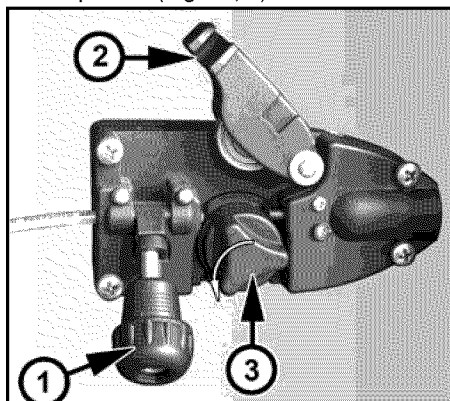
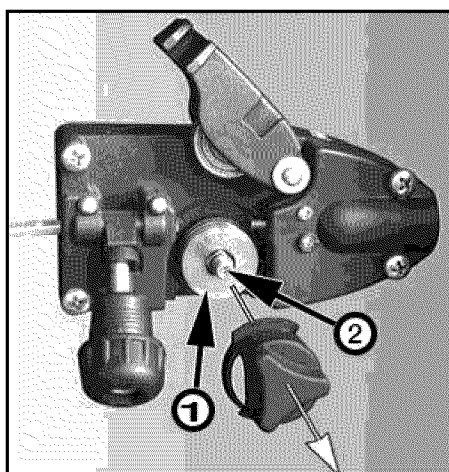

Fig. 2a
Fig. 2b
3. Libere la tensión de impulsión aflojando y desenganchando la perilla de ajuste de la tensión de impulsión (Fig. 2a, 1) del brazo de tensión de impulsión (Fig. 2a, 2). Levante el brazo de tensión de impulsión (Fig. 2a, 2).
5. Rote la tapa del rodillo impulsor (Fig. 2a, 3) en sentido contrario al de las agujas del reloj y retírela del rodillo impulsor (Fig. 2b, 1).
6. Tire del rodillo impulsor para extraerlo de su eje. (Fig. 2b, 2).